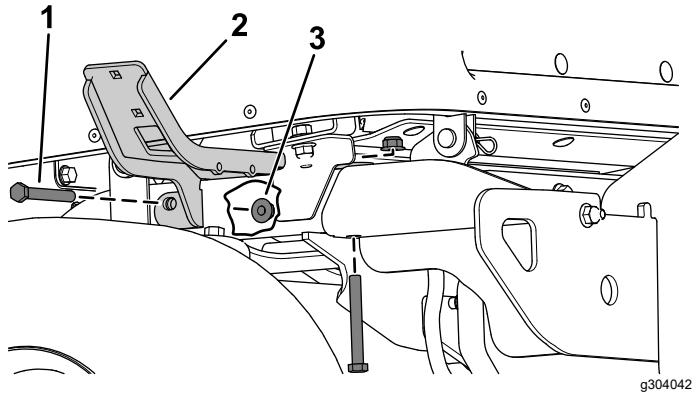

Figura 22
- Fissate il supporto sinistro e quello destro sui tubi del telaio posteriore utilizzando 2 bulloni a testa esagonale (3/8" x 3") e 2 dadi di bloccaggio (3/8") per ciascun lato (Figura 22).